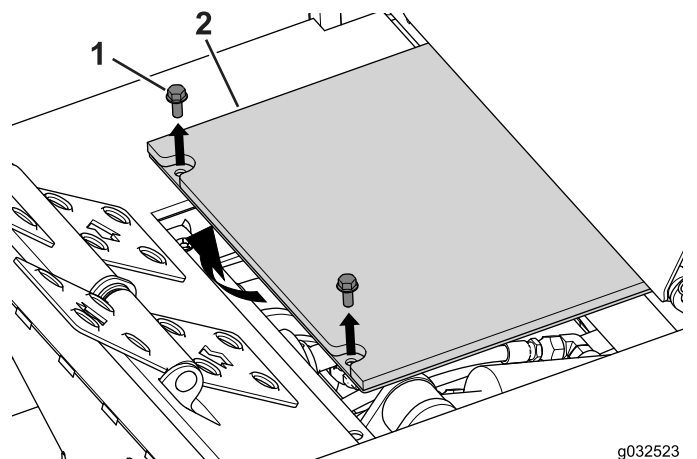

Figure 78
1. Retirez les 2 boulons qui fixent la plate-forme de l'utilisateur à la machine pour accéder à l'accouplement de la PDF (Figure 78).
5. Fixez la plate-forme de l'utilisateur au cadre d'hiver à l'aide des 2 boulons ($\frac{5}{16}$ x $\frac{3}{4}$ po) retirés précédemment (Figure 78).